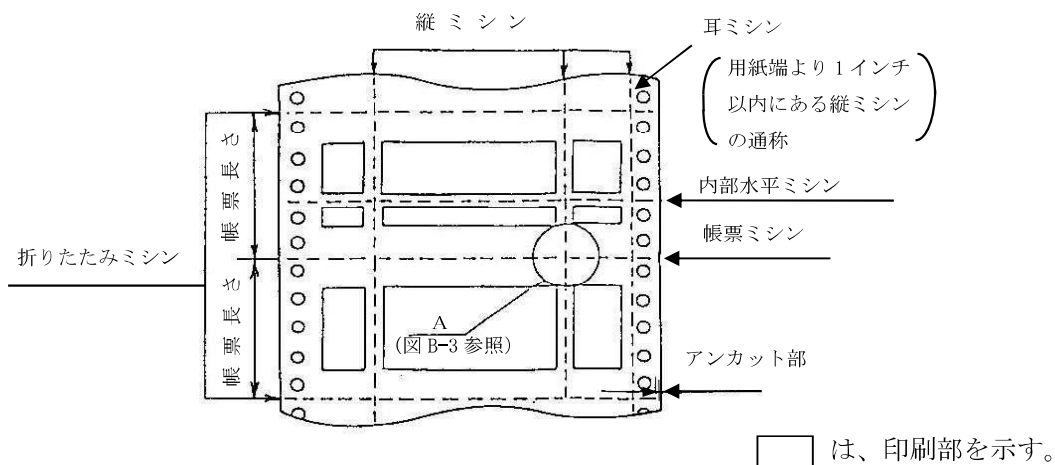
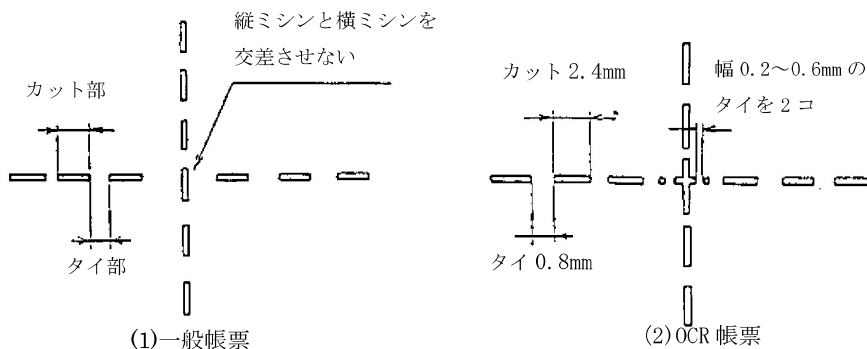

図 B-2 ミシンの定義
図 B-3 縦横ミシン目の交差部(図 B-2・A 部参照)
縦ミシン(耳ミシンを含む)、横ミシン(折りたたみミシン、帳票ミシン、内部水平ミシン)の定義は、図B-2による。ミシン目カット部及びタイ部の定義は、図B-3を参照して下さい。ミシン目のアンカット部は、図B-2を参照して下さい。
- (4) ミシンに関する留意事項
- (c) 帳票ミシンと内部水平ミシンは、両端に 3~5mm のアンカット部(図 B-2 参照)を残すこと。また折りぐせのないこと。
- (d) 折りたたみミシンの両端に 1~3mm のアンカット部(図 B-2 参照)を残すこと。